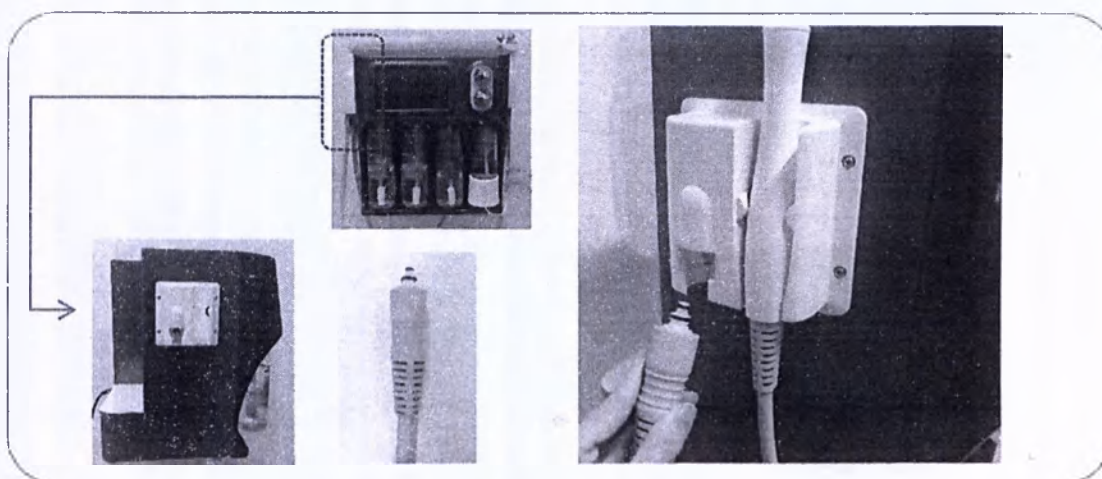

Рисунок 25 – Подключение Аппликатора Aqua к основному блоку
- 2) Подсоедините аппликатор Aqua к разъему, см. Рисунок 25.